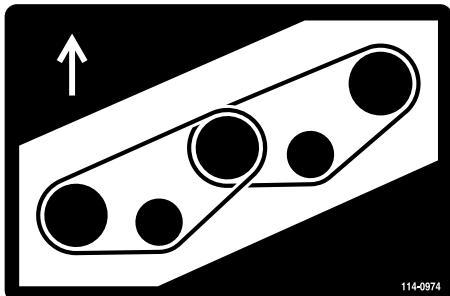
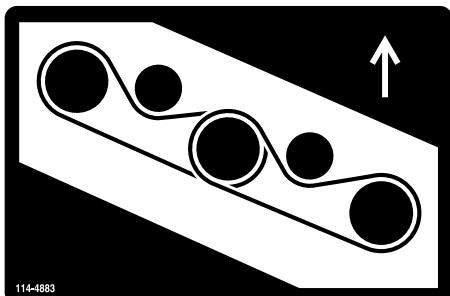

Figure 84
Figure 85
- Acheminez la courroie neuve autour des poulies d'axe et de l'ensemble poulie de tension, comme indiqué à la Figure 84 et Figure 85.